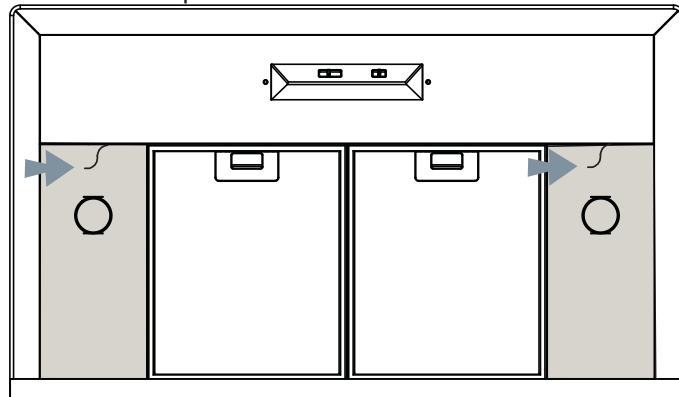

Fig 4
3. Commencez l'installation en enlevant les filtres à tamis et des panneaux lumineux (Fig 4).